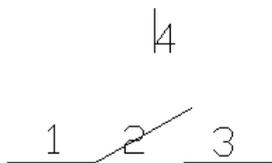

图 11-43 绘制垂直直线
(2) 绘制垂直直线。单击“绘图”工具栏中的“直线”按钮，在开关正上方的中央位置绘制一条长为 4mm 的垂直直线，如图 11-43 所示。